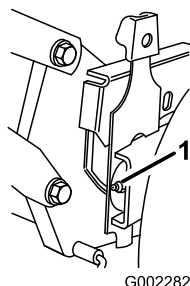

Figure 26
2. Essuyez les graisseurs avec un chiffon propre (Figure 26).
3. Raccordez une pompe à graisse à chaque graisseur et injectez deux ou trois jets de graisse universelle au lithium N° 2 (Figure 26).